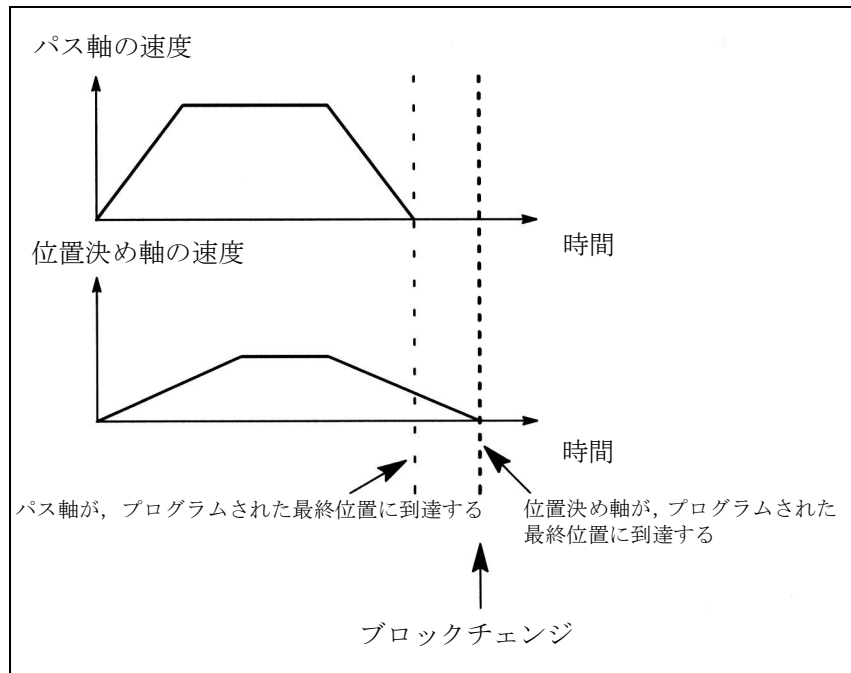

図 2.90 位置決め軸タイプ 1 のブロックチェンジの例
- 位置決め軸が補間よりも先に最終位置に到達する場合は、連続パスモード (G64) のみが可能です (図 2.90 での例にはあてはまりません)。